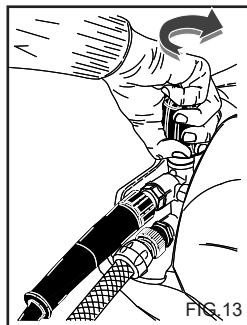

FIG.13
Med tryckregulatorn fig. 13, kan operatören ställa in arbetstrycket. Drifttrycket minskar då ratten C vrids motsols mot (B) (minimum).